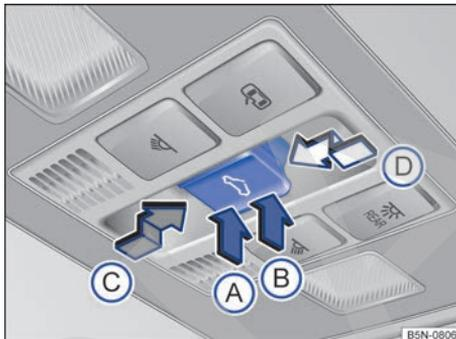

Fig. 64 En el revestimiento interior del techo: tecla del techo de cristal.
La tecla → fig. 64 tiene dos niveles. En el primer nivel, el techo se puede abrir, cerrar o situar en la posición deflectora total o parcialmente.
- *Ajustar la posición deflectora:* pulse la parte trasera → fig. 64 (B) de la tecla hasta el primer nivel. Función automática: pulse brevemente la parte trasera (B) de la tecla hasta el segundo nivel.
- *Cerrar el techo de cristal situado en la posición deflectora:* pulse la parte delantera (A) de la tecla hasta el primer nivel. Función automática: pulse brevemente la parte delantera (A) de la tecla hasta el segundo nivel.
- *Detener la función automática al ajustar la posición deflectora del techo o al cerrar el techo:* pulse de nuevo la parte delantera (A) o la parte trasera (B) de la tecla. ▶
- *Techo de cristal*: antes de que transcurran aprox. 5 segundos desde la activación de la función antiaprisionamiento, presione la tecla  → fig. 64 hasta el segundo nivel en el sentido de la flecha ⓘ hasta que el techo se cierre completamente.